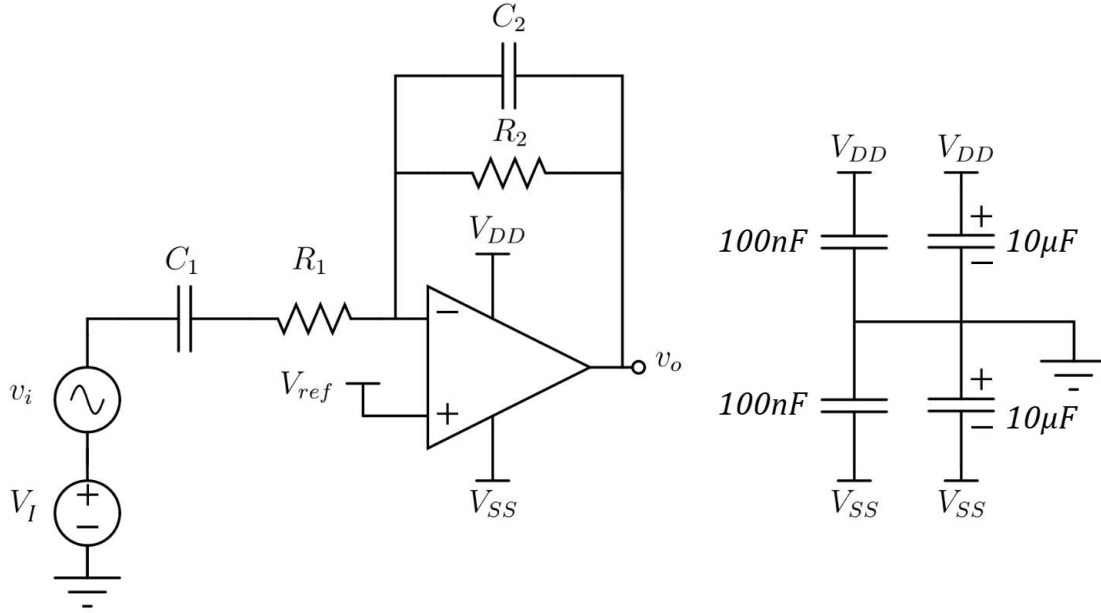

Figura 1: Amplificador acondicionador inversor
En el mundo de la electrónica, el dispositivo activo que por excelencia permite amplificar es el transistor. Una serie de transistores (y otros semiconductores) ordenados y conectados de cierta forma constituye un amplificador operacional. La figura 1 muestra una topología de amplificador inversor. Recuerde incluir los capacitores de filtrado de las alimentaciones en el protoboard, ya que éstos son necesarios en todo circuito bien diseñado para prevenir oscilaciones y distorsiones en la señal que sale del OpAmp.
1. El circuito de la figura 1 permite fijar el nivel DC a la salida y la ganancia. Encuentre una expresión para v_o en función de v_i y V_{ref} .
1. Implemente su diseño basado en la figura 1 con los valores previamente calculados. Elija el valor de V_{DD} y V_{SS} que considere adecuados. Qué consideraciones hay que tomar en relación a estos valores, considerando el uso de un opamp?